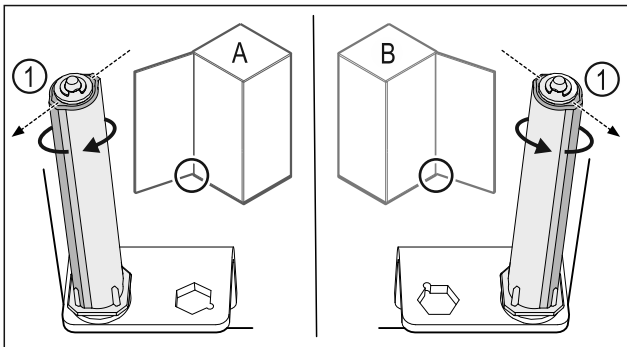

Fig. 41 Розкриття ліворуч (A) / Розкриття праворуч (B)
- ▶ Систему закриття повертати проти опору доки перемичка системи закриття Fig. 41 (1) не покажуватиме назовні.